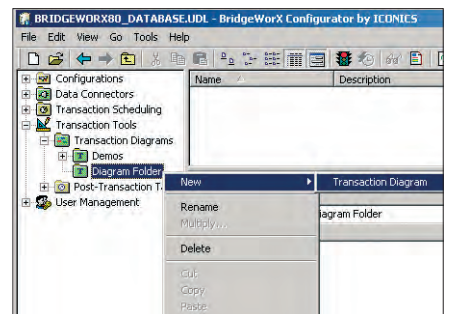

Рис. 48. Создание диаграммы транзакции
- Щёлкните ПК на вновь созданной папке **Diagram Folder** и выберите пункт **New** (Новая) — **Transaction Diagram** (Диаграмма транзакции), как показано на рис. 48.